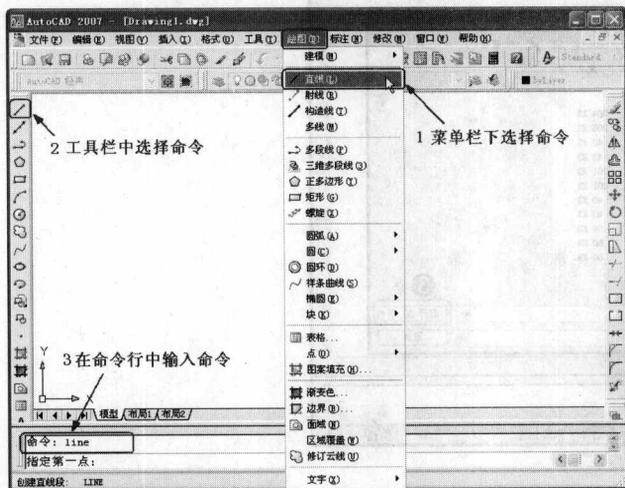

图 1-4 直线命令的三种方式
(3) 要选择【直线】命令，有三种激活方式，如图 1-4 所示。
- ①在菜单栏上选择【绘图】菜单栏下的【直线】命令。
- ②在绘图工具栏上单击按钮。
- ③运用快捷键的方式，在命令行直接输入“line”或是“l”，然后按【Space】键或是【Enter】键。